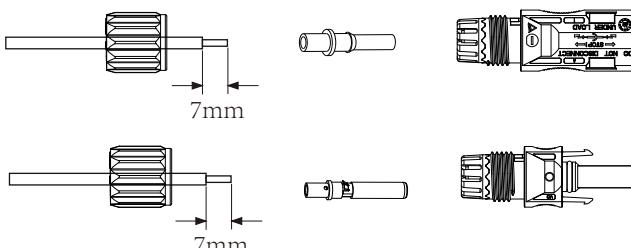

Abb. 3.3 Demontieren Sie die Überwurfmutter des Steckers
- Isolieren Sie das Batteriekabel 7 mm ab, lösen Sie die Überwurfmutter des Steckers und fädeln Sie ein Batteriekabel durch die Überwurfmutter des Steckers (siehe Abbildung 3.3). Wiederholen Sie den Vorgang mit dem anderen Kabel und achten Sie dabei besonders auf die Polarität des Steckers.